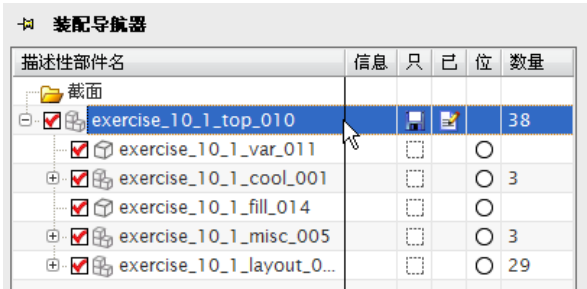

图 10-36 装配导航器
(1) 如图 10-36 所示, 打开装配导航器, 回到顶层文件。